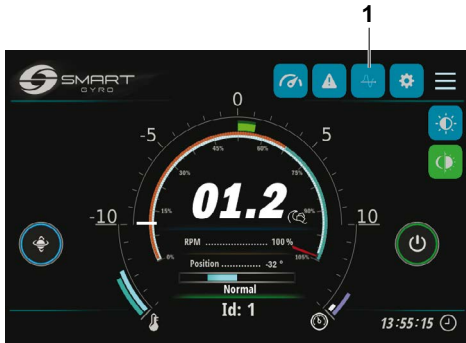

Figura 25
- Presionando el icono Balanceo (Figura 25, (1))